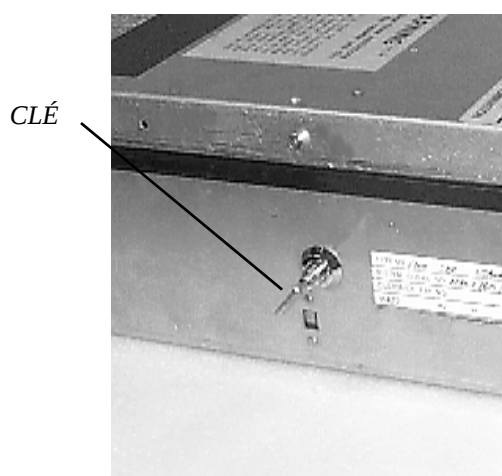

Figure 4-3. Priming the cassette.
3. Il faut amorcer la cassette avec la clé de cassette avant de la placer sur le plateau de chargement. Insérez la clé et tournez-la vers la droite jusqu'à ce que le témoin vert soit visible dans la fenêtre qu'il y a sur le côté de la cassette. Voir les figures 4-3 et 4-4.